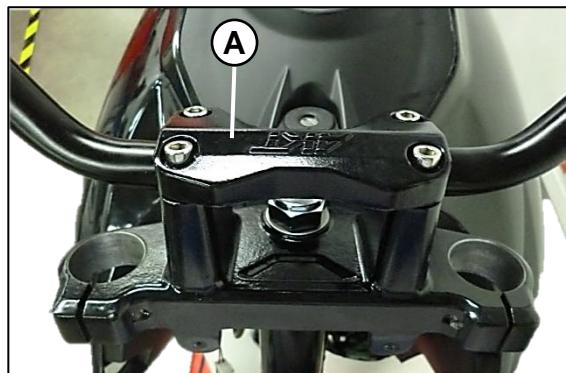

Fig. 10
Desensamble los tornillos de la abrazadera superior del manubrio (A) **Fig. 10**